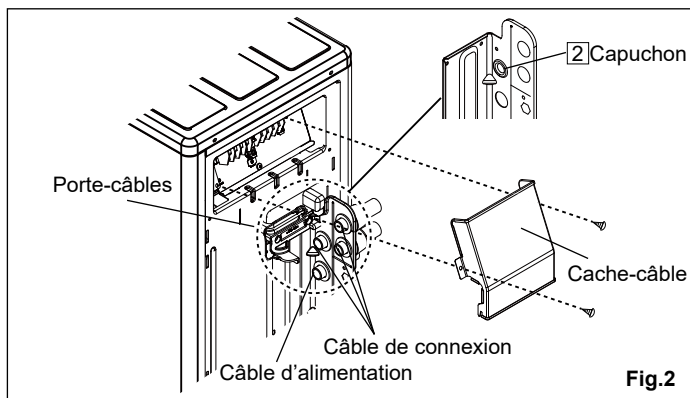

Fig.2
Lors de la connexion à trois unités intérieures, retirez le capuchon. (Fig.2)
- (7) Attachez le cache-câble avec les vis. (Fig.2)
- (8) Vérifiez que le câble de raccordement est bien en place.